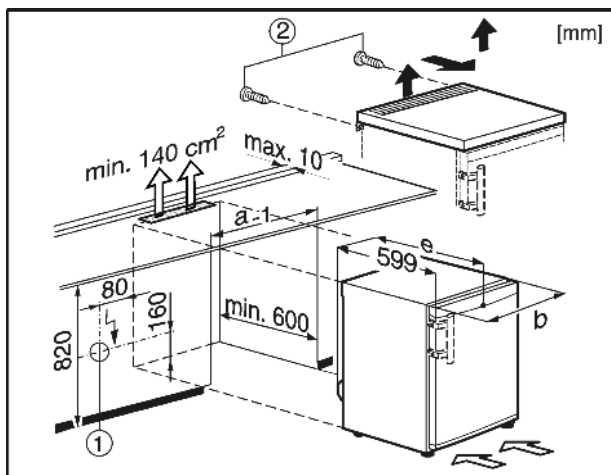

Fig. 9
A csatlakozó aljzat Fig. 9 (1) a készülék hátoldalán kívül, könnyen hozzáférhető helyen legyen.
- ▶ Vegye le a hátoldalról a csavarokat Fig. 9 (2).